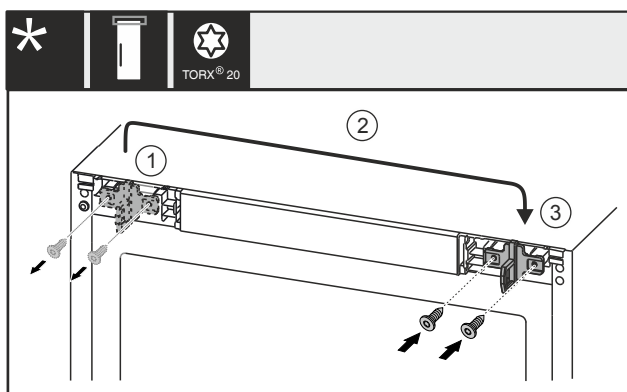

Fig. 25 Con candado eléctrico*
- Desatornille los tornillos Fig. 25 (1) con un destornillador.*
- Mueva el gancho de cierre Fig. 25 (2) hacia el lado opuesto.*
- Coloque y apriete los tornillos Fig. 25 (3) con un destornillador.*